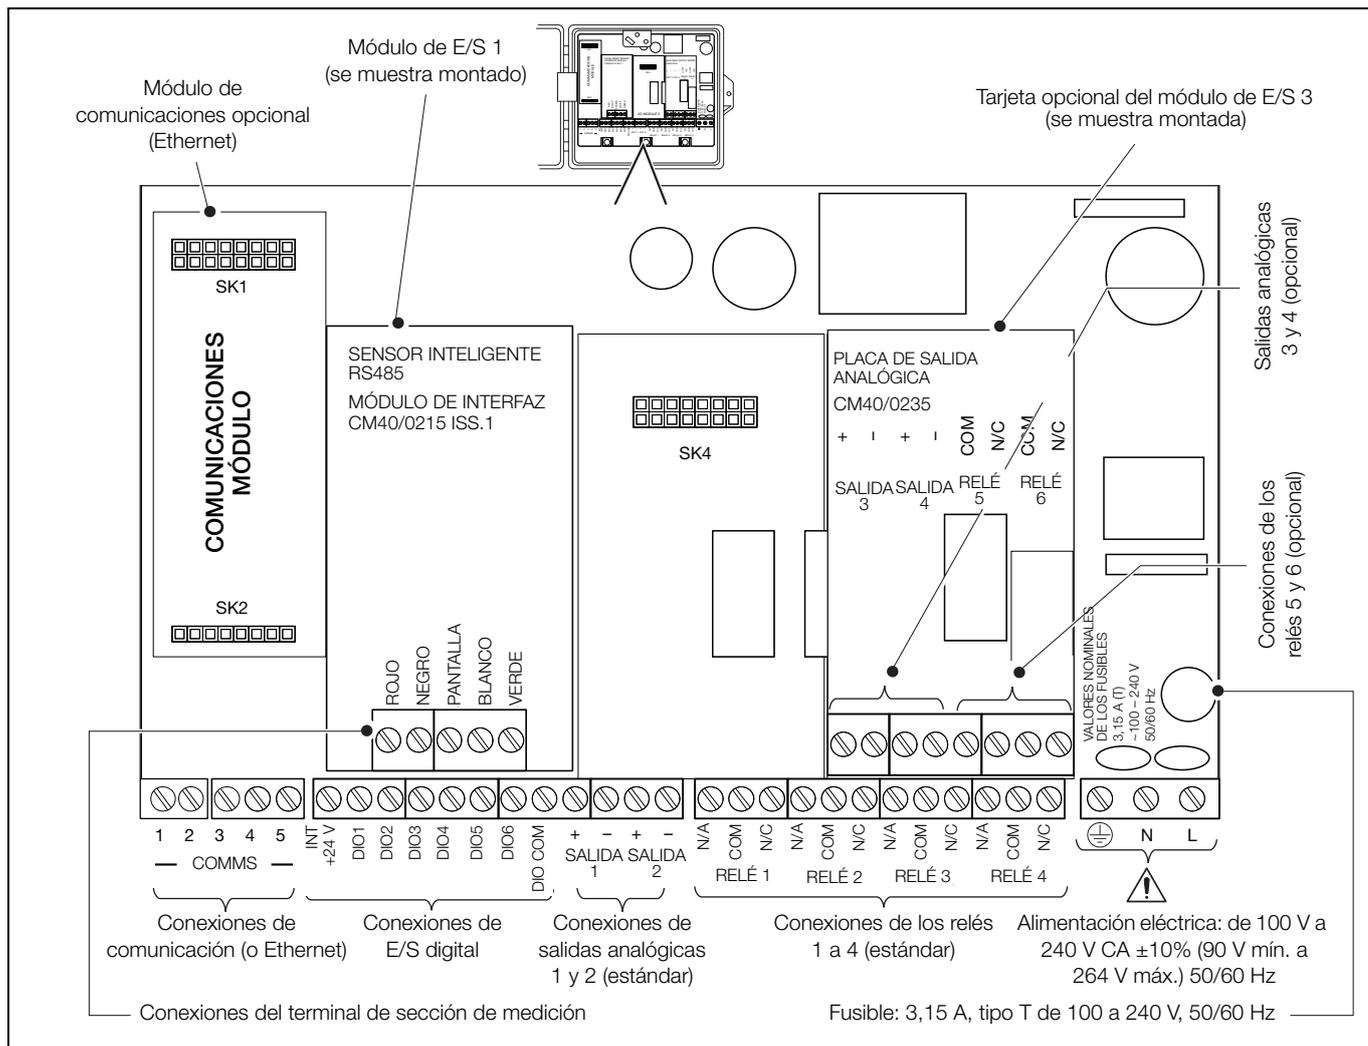

Fig. 3.17 Descripción general de las conexiones
- Asegúrese de que están colocados los fusibles correctos (consulte la Fig. 3.17, página 20 si desea obtener más información sobre los fusibles).